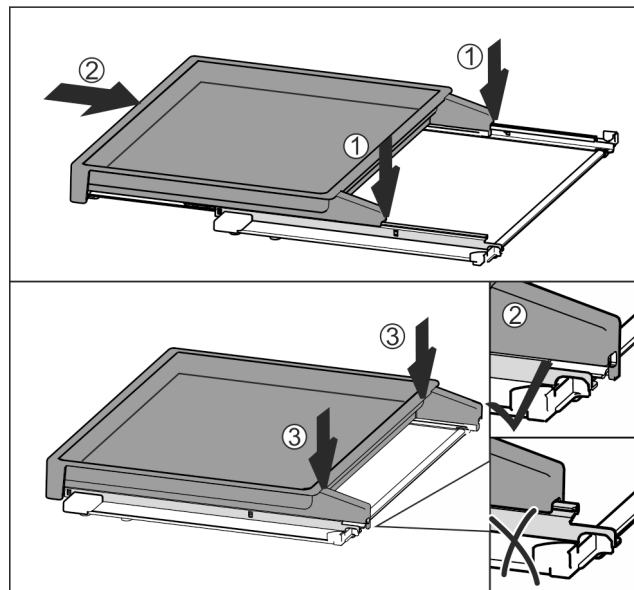

Fig. 116
- ▶ Установить по центру на направляющие Fig. 116 (1).
- ▶ Вставить вытяжную панель полностью Fig. 116 (2).
- ▶ Нажимать на задней стороне до тех пор, пока не будет слышна фиксация Fig. 116 (3).